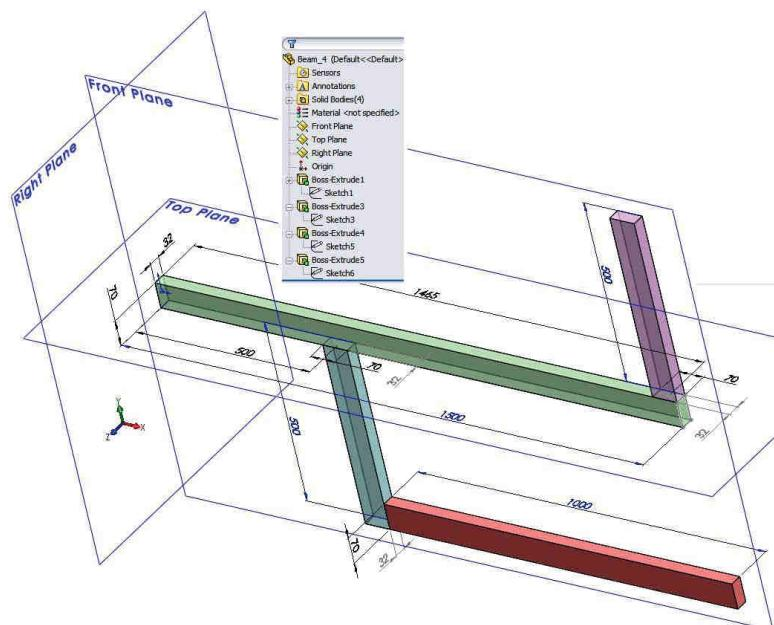

Fig. 7.2
- Geometria 3D este prezentată în fig. 7.2 și a fost generată prin patru comenzi de extrudare a dreptunghiurilor 70 x 32 mm. Prima schiță a fost trasată în planul **Right**, astfel ca mijlocul diagonalei dreptunghiului să fie plasat în origine.
- The 3D geometry is shown in fig. 7.2 and was generated by four extrusion commands started from a 70 x 32 mm sketch rectangle. The first sketch was drawn in the plane **Right**, so that the middle diagonal of the rectangle is placed in the origin point.